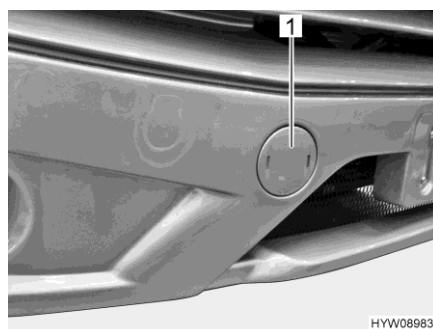

Bild 25 Lock (bogseröglans fäste)
- Lossa locket (Bild 25,1) med en skruvmejsel.